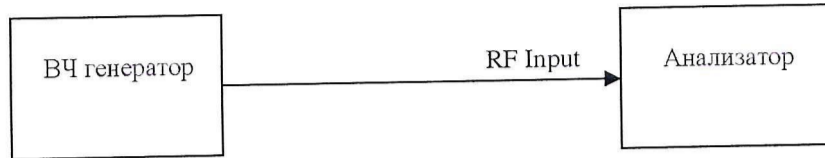

Рисунок 2 - Определение уровня фазового шума
7.3.2.1 Соединить ВЧ выход генератора с ВЧ входом (RF Input) поверяемого прибора с помощью 50-омного N-N кабеля (Рисунок 2).